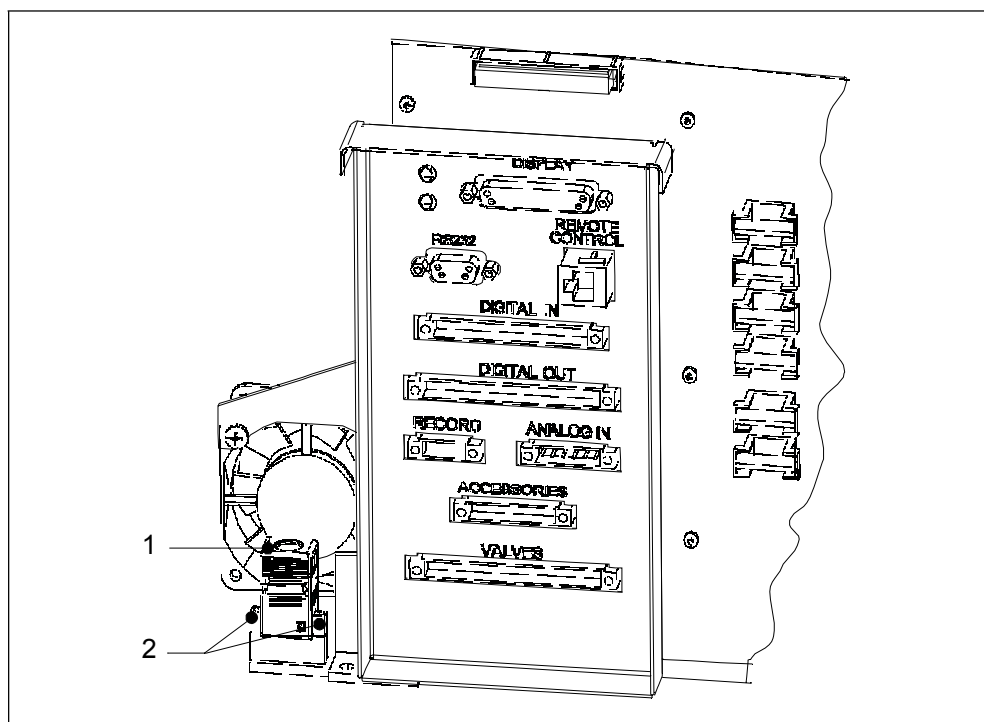

Рис. 7-7 Замена флэш-накопителя I•STICK.
- Для замены карты I•STICK ослабьте два шурупа, которыми I•STICK крепится на соединителе. Смотрите Рис. 7-7 ниже.